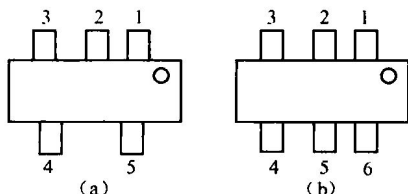

图 1-11 双三极管
(3) 双三极管。双三极管在双频或三频、四频手机中应用较多，其内部结构如图 1-11 所示。